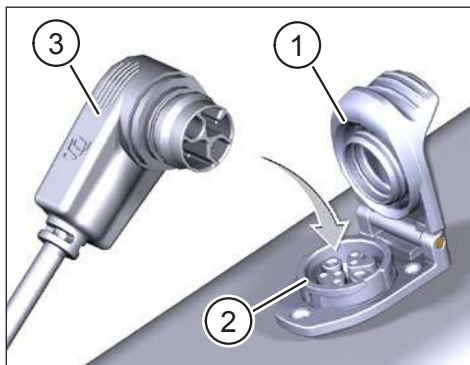

Fig. 1: Battery ricarica
- Apra il coperchio (Pos. 1 in Fig. 1) della porta di ricarica (Pos. 2 in Fig. 1) nel telaio della bicicletta.
- Allinei la spina di ricarica (Pos. 3 in Fig. 1) del caricatore o Range Extender in modo che i codici delle spine della spina di ricarica e della porta di ricarica corrispondano (vedere Fig. 1).
- Inserisca la spina di ricarica (Pos. 3 in Fig. 1) del caricatore o Range Extender nella porta di ricarica.